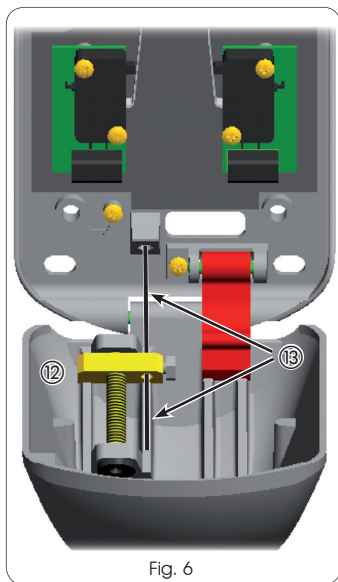

Fig. 6
6. Inserire il cavo di sblocco senza guaina all'interno dell'apposito foro come indicato in Fig.6 rif. 13, attraversando anche il tensionatore (rif. 12);
7. Prima di serrare il cavo di sblocco sul tensionatore portare il tensionatore stesso a fine corsa come mostrato in Fig.6 rif 12 agendo sulla testa della vite di regolazione con una chiave esagonale;
- Fit the release cable, without a sheath, inside the hole as shown in Fig. 6 ref. ⑬, crossing also over the tensioning device (ref. ⑫);
- Before you tighten the release cable on the tensioning device, take the device to the travel limit, as shown in Fig. 6 ref. ⑫, turning the head of the adjusting screw with a hexagon wrench;